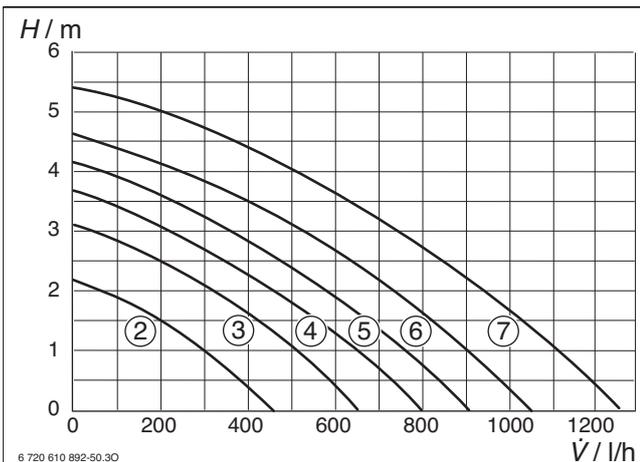

Bild 46 Pumpenkennlinien bei Z.N-Geräten
**Legende zu Bild 46 bis 47:**